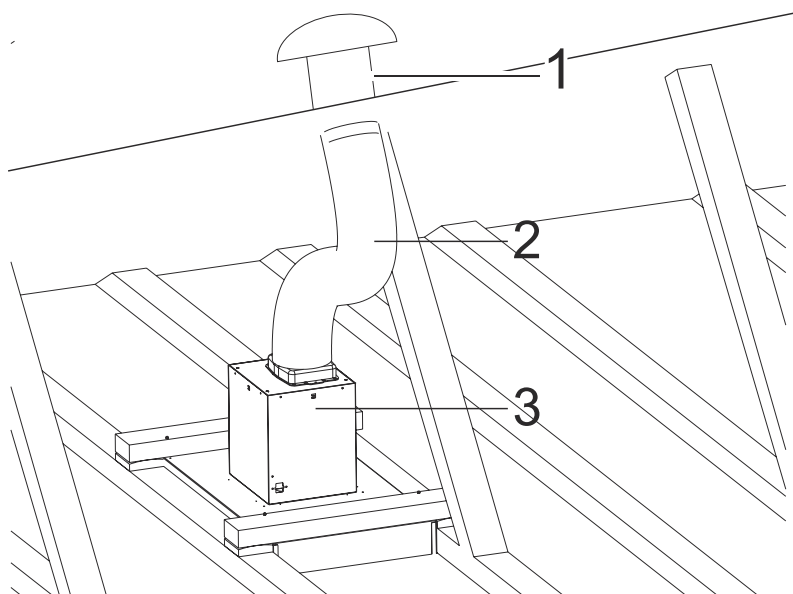

Fig. 17
6. ➔ Tilslut den ene ende af aftrækskanalen på aftræksstuden oven på emhætten og den anden ende til taghætten (læs punkt 2 under afsnittet: Larm & Støj (fra motor)* for gode råd) (Fig. 17).